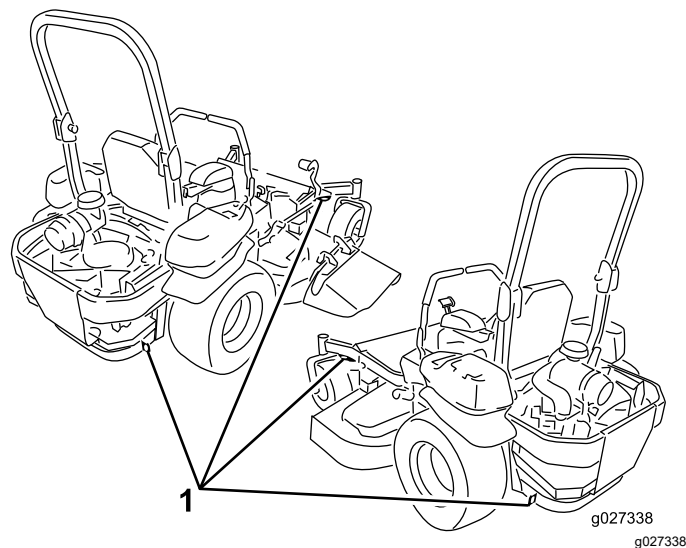

Figura 41
6. Prenda a máquina perto das rodas giratórias frontais e pára-choques traseiro com correias, correntes, cabos ou cordas (Figura 41). Consulte as diretrizes locais relativas a requisitos de dispositivos de fixação.